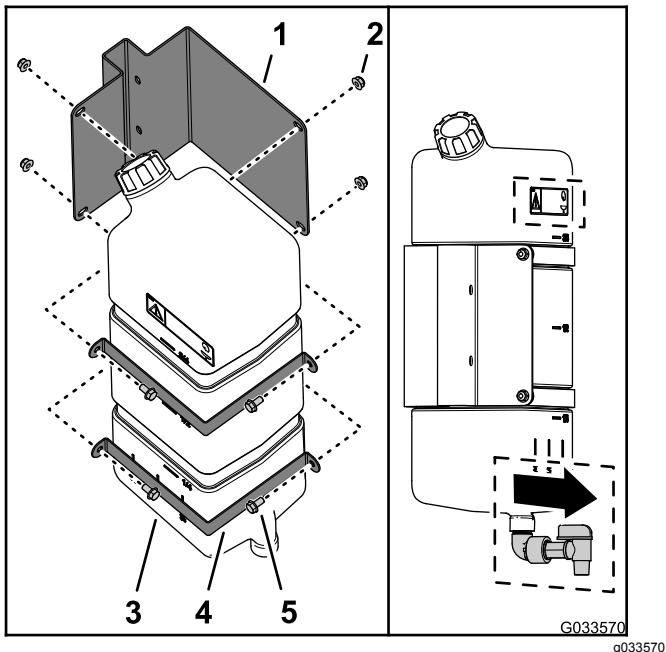

Figura 45
1. Monte o depósito de água limpa na montagem do depósito com as duas correias de montagem, quatro parafusos de cabeça flangeada (5/16 pol. x $\frac{5}{8}$ pol.) e quatro porcas flangeadas (5/16 pol.) como se mostra na Figura 45.